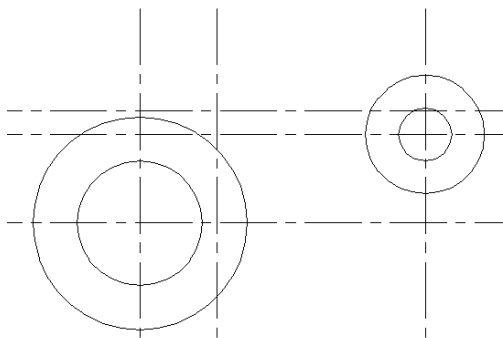

图 6-50
(6)打开捕捉功能，启动捕捉交点。捕捉垂直中心线向右偏移“96”和水平中心线向上偏移“30”的交点以作为绘制圆的圆心。分别绘制半径为“9”和“20”的圆。绘制好的图形如图 6-50 所示：